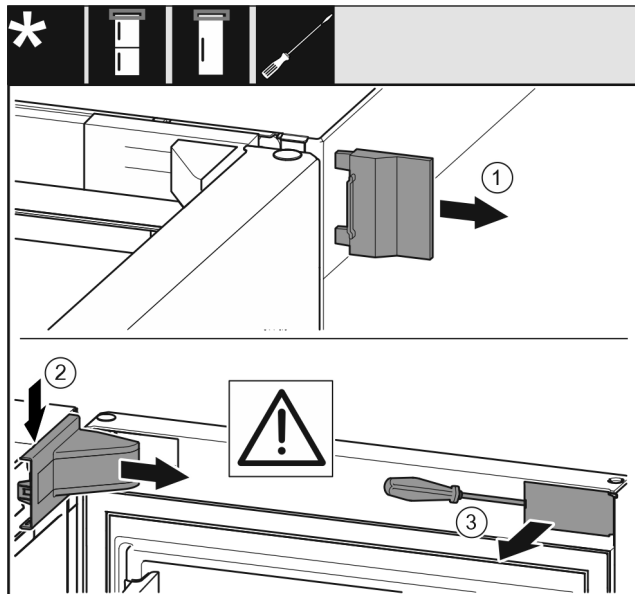

Fig. 14
- ▶ Odoberte vonkajší kryt. Fig. 14 (1)
- ▶ Odistite a uvoľnite kryt ložiskovej konzoly. Odoberte kryt ložiskovej konzoly. Fig. 14 (2)
- ▶ Kryt odistite plochým skrutkovačom a vyklopte nabok. Fig. 14 (3)